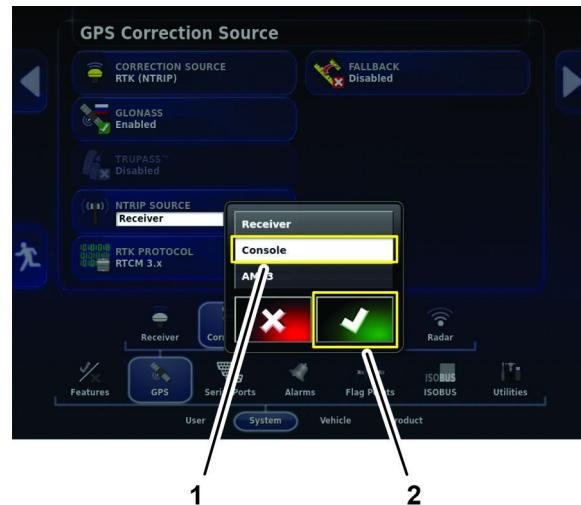

Figura 116
6. En el cuadro de diálogo Fuente NTrip, pulse el icono CONSOLA y luego pulse el icono Confirmar (Figura 116).